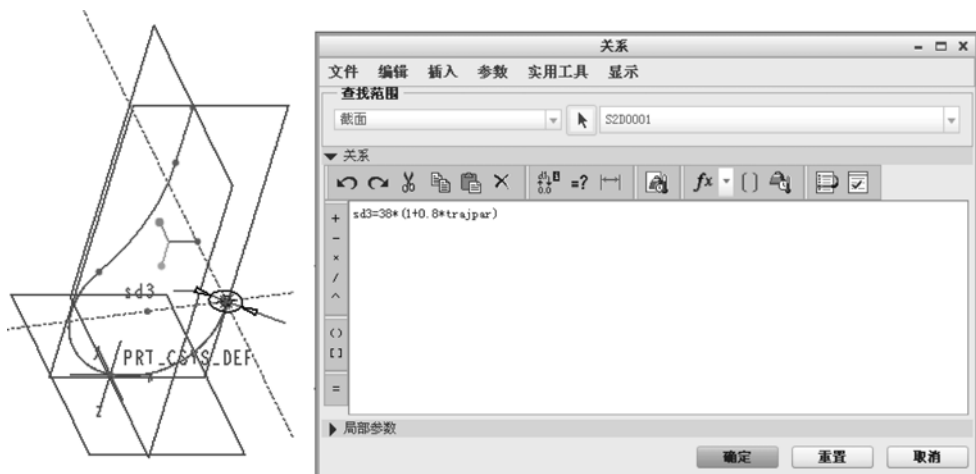

图 3-50 设置截面圆的关系
- 7 输入带 trajpar 参数的截面关系为“sd3=38*(1+0.8*trajpar)”，如图 3-50 所示，从而使草绘可变。这里“sd3”为圆的直径尺寸参数符号。在“关系”对话框中单击“确定”按